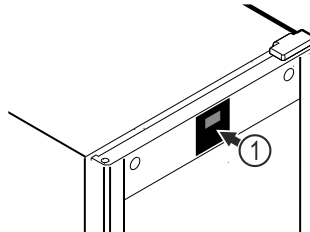

Fig. 52 Példaként szolgáló ábrázolás
A hőmérő gyárilag eleve kalibrálva van (offset értéke +6 Kelvin). Ha a belső tér hőmérséklete eltér a hőmérséklet-kijelzőtől Fig. 52 (1), akkor kalibrálni lehet a hőmérőt.